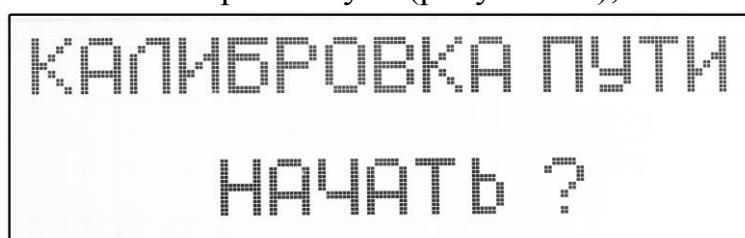

Рисунок 15
- включения режима Калибровки пути (рисунок 15);
При выборе строки «Калибровка пути» (рисунок 15) можно включить этот режим кнопкой **OK**, либо кнопками миновать его.